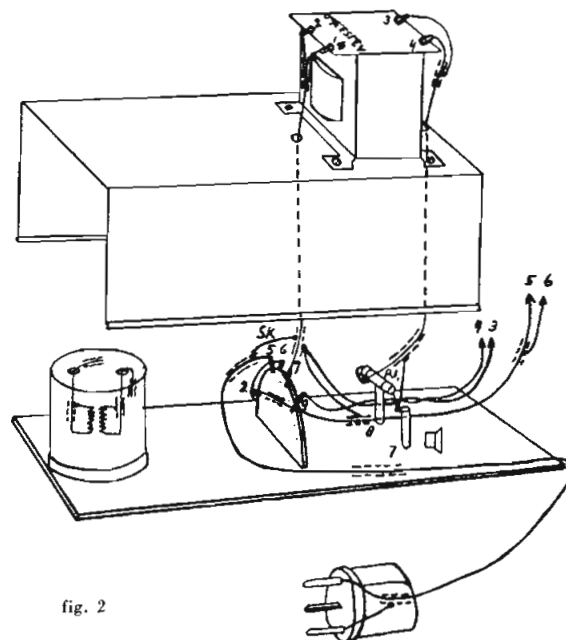

fig. 2
2. De transformator, codenummer A3 153 36.0, op het metalen huis monteren, nadat ook weer de nodige gaten, voor de bevestiging van deze en het doorvoeren van de bedrading zijn aangebracht. (zie fig. 2)